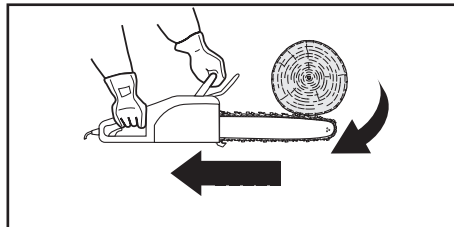

Fig. 25
2. Si la cadena se queda agarrada (8) a lo largo de la parte superior de la espada (9), se produce una acción de empuje y la espada se mueve rápidamente hacia atrás, en dirección al operario (Fig. 25).